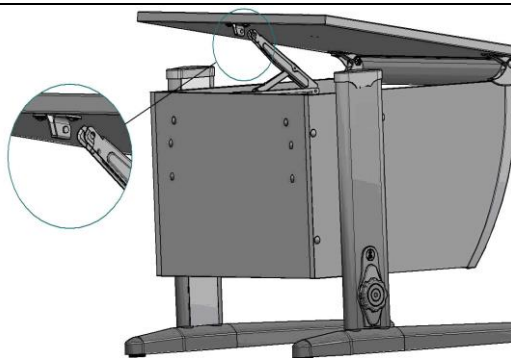

Рис. 17
5.6.1. Фиксатор столешницы Multiflex верхней частью ввести в кронштейн верхний. (Согласно рис. 17; 17а)
Рис. 17а